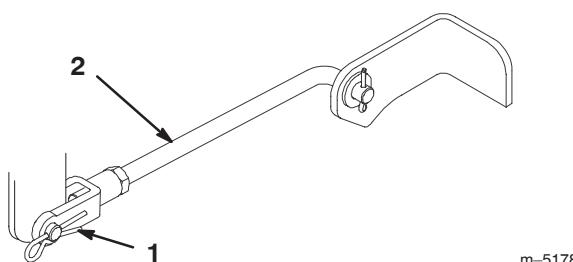

Figure 44
- Enlevez la goupille fendue et l'axe de chape des tourillons avant (Fig. 44).
- Fixez les tourillons avant à la machine à l'aide des axes de chape et des goupilles fendues (Fig. 44).